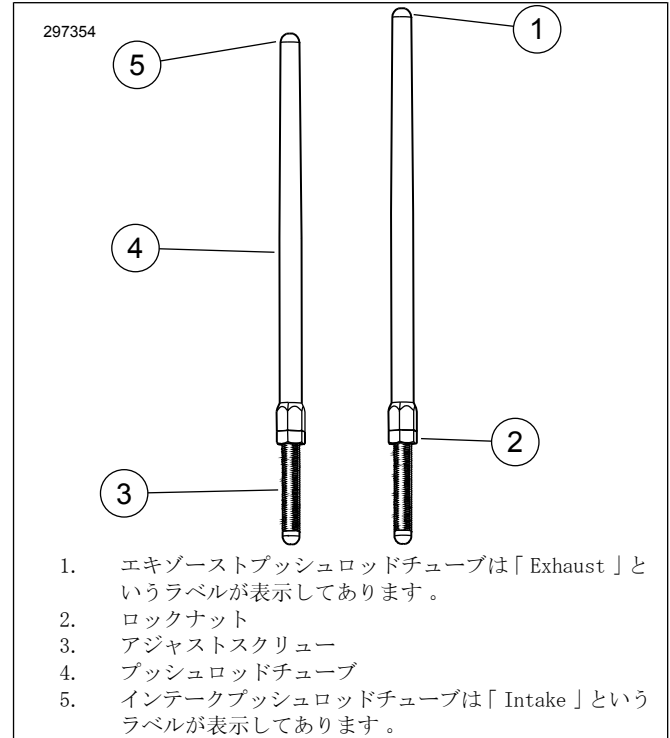

図1。アジャスタブルプッシュロッド
- 「図1」を参照。すべてのプッシュロッドのロックナットを緩め、一番短い長さに調節します。
- 「図1」を参照。プッシュロッド調整スクリーンが回転しないよう5/16インチレンチで押さえたまま、プッシュロッドチューブを1/2インチレンチで時計方向に(下から見て時計方向に)ゆっくりと2回転半だけ回します(プッシュロッドが長くなります)。(プッシュロッドチューブの平坦部には、基準点として使えるドットが付いています)。